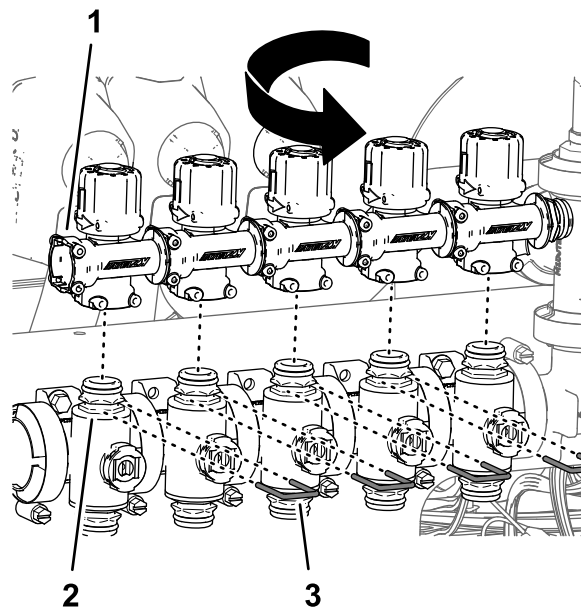

Bild 102
6. Drehen Sie die Sicherheitsventile um 180° und montieren sie an den Schnelltrennanschlussstücken der Abschnittventile (Bild 102).
7. Befestigen Sie die Sicherheitsventile mit den Haltern (Bild 102), die Sie in Schritt 4 entfernt haben, an den Abschnittventilen.
9. Befestigen Sie die Kappen mit den Haltern, die mit den Kappen geliefert werden, auf die Schnelltrenanschlussstücke der Sicherheitsventile für das Düsenventil 5 und Düsenventil 6 (Bild 102).